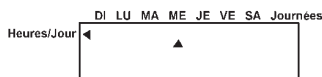

fig.12
- 2) Movez-le avec les touches **↓↑** jusqu'au jour courant (fig. 12).